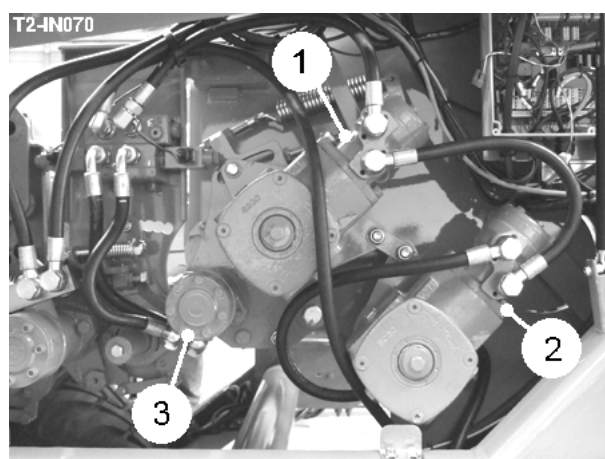
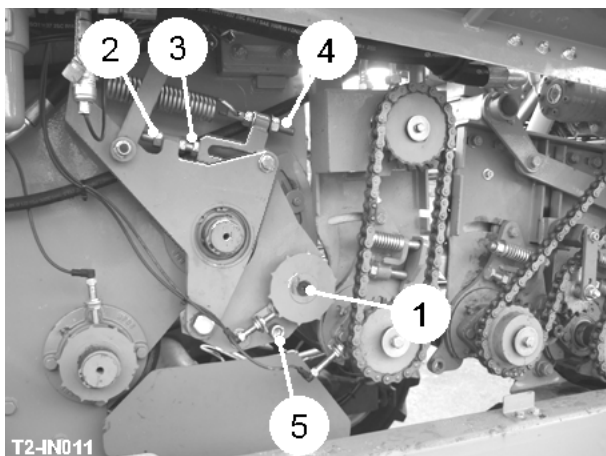

Fig 10
Fig 13
Le 1630mm tissu largement tamisant est disponible en 28mm, 32mm, 36mm, 40mm, 45mm et 50mm tons adapter à la récolte et l'existence des conditions du sol a moissonné. La promenade du tissu tamisant utilise le 'Standen Châle Promenade' la configuration allée avec un assister courant inverse conduit sur le côté du retour. Cela donne une promenade pratiquement fiche-libre sous la plupart des conditions et élimine des dents de la promenade du tissu qui tiennent compte des changements du ton du tissu faciles. Le tissu est conduit par deux arbre est monté des boîtes de transmission du moteur. Le moteur hydraulique (item 1, fig 10) conduit le principal arbre de la promenade. Le moteur (item 2, fig 10) conduit les assister conduisent l'arbre.
Le rouleau de l'haulm (item 1, fig 13) s'a conçu pincer l'haulm et ordures et le laisser tomber sur la terre sous la machine. Le rouleau de l'haulm est conduit par le moteur hydraulique (item 3, fig 10). La vitesse du rouleau est contrôlée du service écran terminal. Etc. c'est avantageux de renverser la direction de rotation du rouleau de l'haulm pour quelques types de récolte tels qu'oignons. Pour renverser le rouleau de l'haulm, simplement pressez en phase terminale le bouton  sur le service.
Pour augmenter / diminuer l'intervalle entre le rouleau de l'haulm et tissu de l'excavateur, diffusez le locknut (item 2, fig 13) et tournez le setscrew (item 3, fig 13). L'intervalle doit être mis également sur les deux côtés. **Ne fermez pas l'intervalle trop ou le menuisier du tissu peuvent commettre une faute contre le rouleau de l'haulm qui cause le dégât aux deux.**
Pour augmenter / diminuer la tension de la source du rouleau de l'haulm, ajustez le cadre du tensioner du printemps (item 4, fig 13). Ajustez les deux côtés également et vérifiez le cadre en mesurant la longueur de fil exposé sur le tensioners du printemps.
Le rouleau de l'haulm est équipé avec un racloir (item 5, fig 13). Mettez le racloir comme près du rouleau comme possible sans le commettre une faute contre réellement.